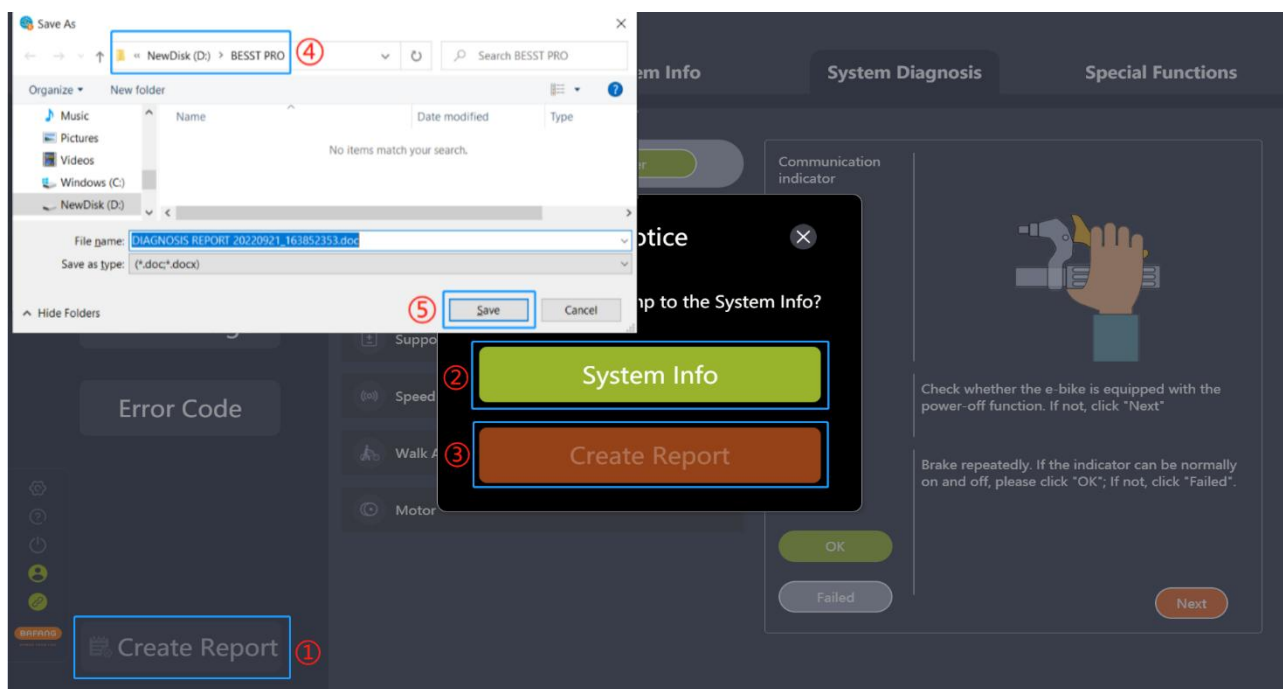

图 6-6 系统诊断界面创建报告
- (1) 点击“创建报告”，提示“要跳转到系统信息吗？”（如图 6-6）；
- (2) 如需进行系统信息读取，可选择“系统信息”，跳转到系统信息界面；
- (3) 点击“创建报告”；
- (4) 选择本地保存路径；
- (5) 点击“保存”，生成 PDF 报告文档。